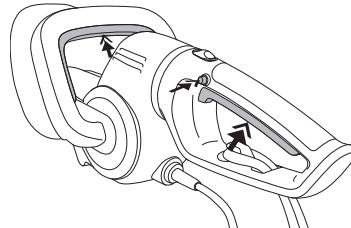

Fig. 3
- Oprima el seguro del interruptor y manténgalo oprimido (Fig. 3). Esto hace que el interruptor del gatillo pueda funcionar.